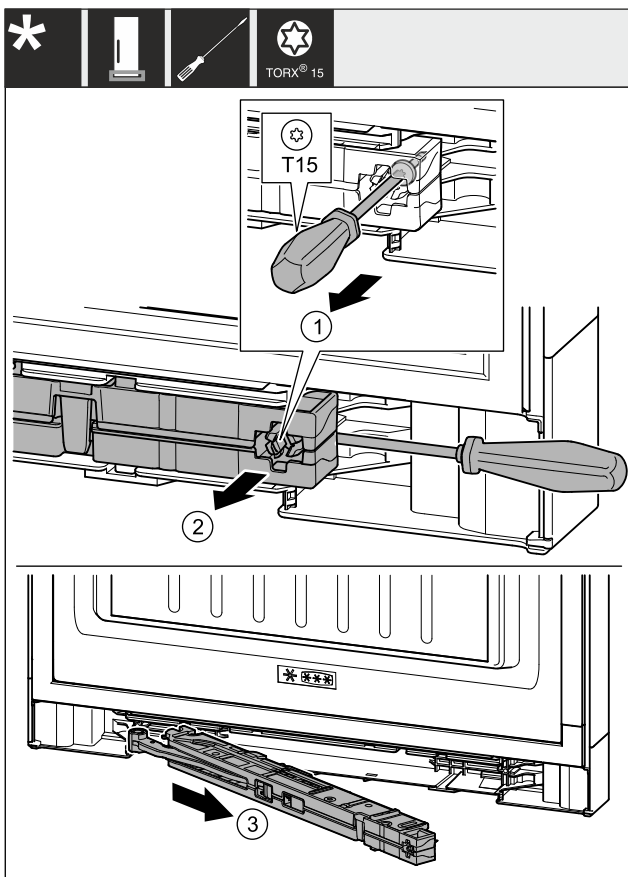

Fig. 7
- ▶ Przy pomocy śrubokręta T15 odkręcić śrubę na amortyzatorze zamykania drzwi ok. 14 mm. Fig. 7 (1)
- ▶ Od strony uchwyty, za amortyzator zamykania drzwi wsunąć śrubokręt. Amortyzator obrócić w przód. Fig. 7 (2)
- ▶ Wyjąć amortyzator. Fig. 7 (3)